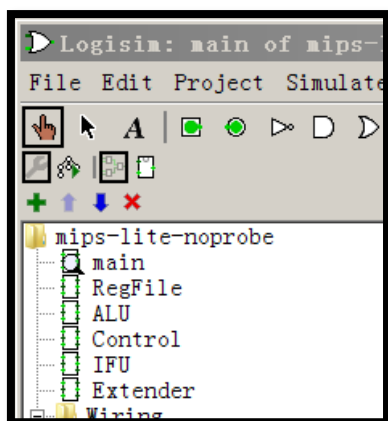

Figure2 设计层次(仅供参考)
c) 必须采用模块化和层次化设计。整个设计文件目录结构应类似于 Figure2。